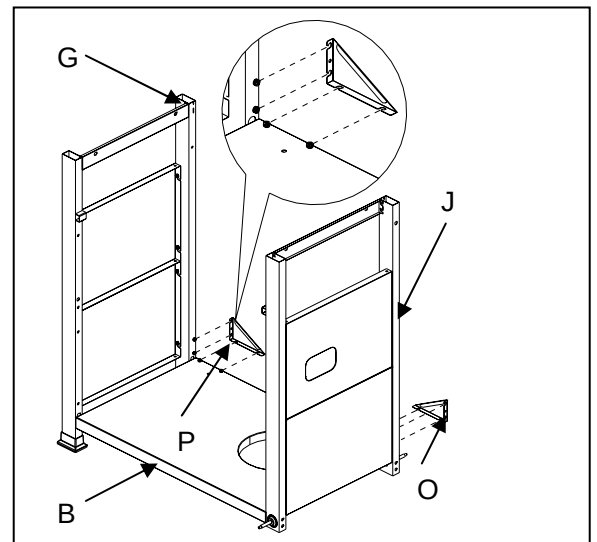

Fig. 6
- Apriete, pero no retire, los tornillos que vienen preensamblados en las patas del carrito, alinee los agujeros del panel frontal (S) con los tornillos de las patas y luego coloque los tornillos de las patas del carrito en el panel frontal (S), como se muestra en la Fig. 6.